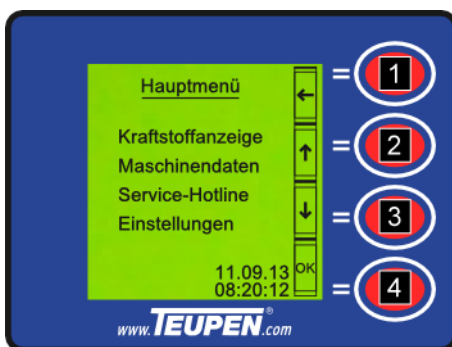

Abb. 63: Übersicht Hauptmenü
Durch Drücken der [Funktionstaste] (Abb. 63/4) im Normalbetrieb wird das „Hauptmenü“ aufgerufen.
1. → Mit den [Funktionstasten] (Abb. 63/2 und 3) ein Untermenü auswählen.
2. → Mit der [Funktionstaste] (Abb. 63/4) in das ausgewählte Untermenü springen.
3. → Mit der [Funktionstaste] (Abb. 63/1) zurück in den Normalbetrieb springen.